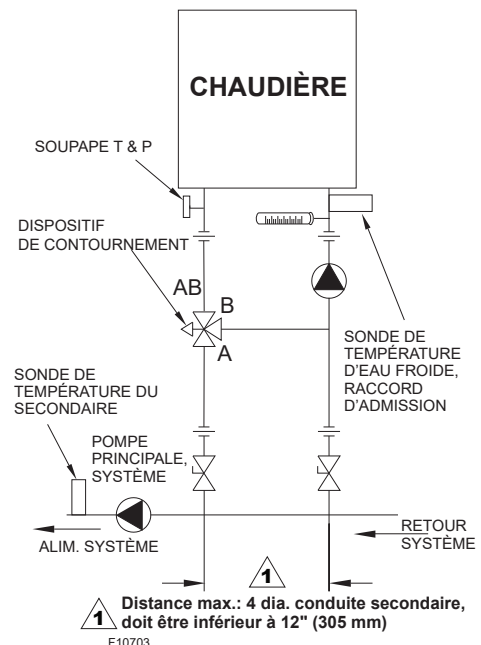
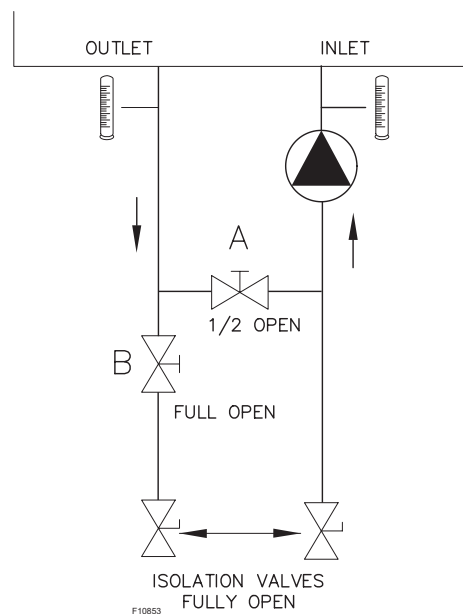

Figure 9. Mise en marche à l'eau froide
Figure 11. Réglage de dérivation "H"
Dans un système hydronique où la température initiale de l'eau au raccord d'entrée est inférieure à 120°F (49°C) et qui est par la suite chauffé au-delà de cette valeur DOIVENT être munis d'un système conçu pour éliminer les problèmes de condensation. (**Figure 9 par l'intermédiaire de Figure 11**) Une température au raccord d'entrée inférieure à 120°F (49°C) peut entraîner un refroidissement excessif des produits de combustion et la formation de condensation dans l'échangeur de chaleur en quantité supérieure à la capacité du système d'évaporation des condensats.
3. Alors que la chaudière fonctionne à pleine puissance, ouvrez la vanne A (la dérivation) à moitié et la vanne B entièrement voir **Figure 11**.